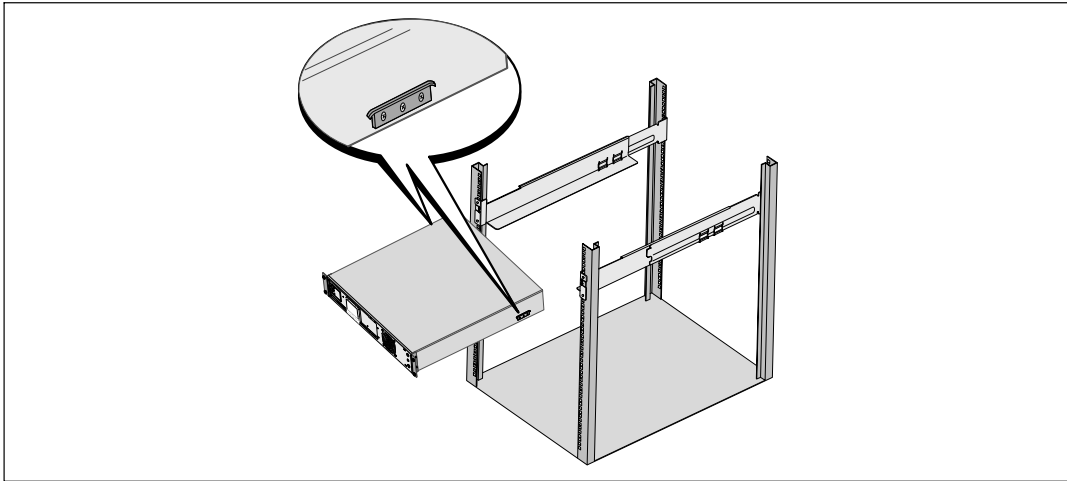

図 15. キャビネットの設置方法
- 6 キャビネットをラックにスライドして取り付けます（図 15を参照）。その他のキャビネットも同じ方法で固定します。